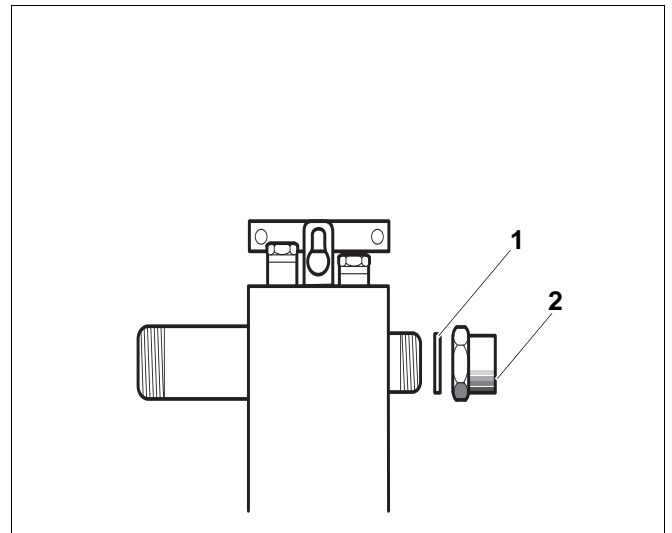

Abb. 10 Anschluss-Set AS HKV 32 ohne HKV 2 und HKV 3
- Flachdichtung (Abb. 10, Pos. 1) in die Überwurfmutter mit Einlegeteil (Abb. 10, Pos. 2) einlegen.